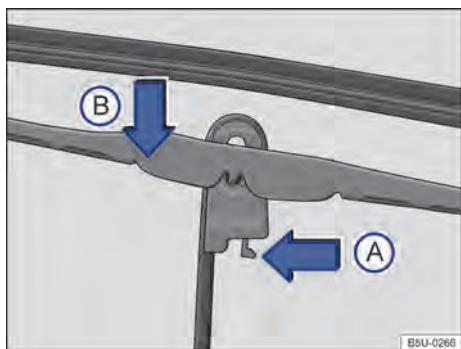

Fig. 176 Substituir as palhetas dos limpadores do para-brisa.
- Colocar a palheta em uma posição perpendicular em relação ao braço → Fig. 176.